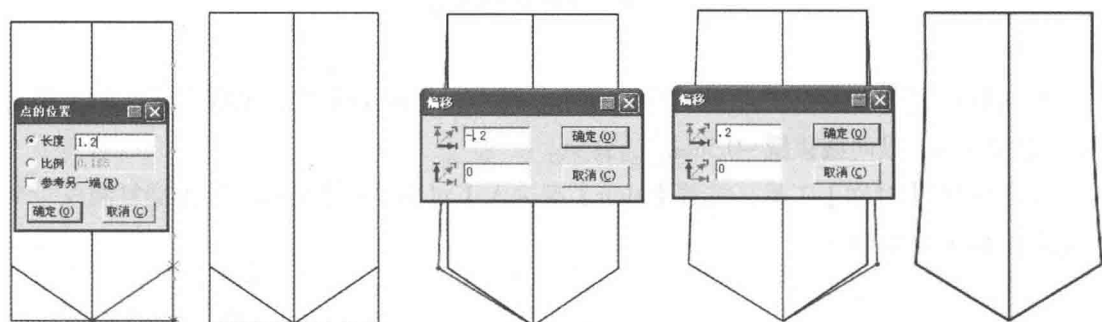

图6-86 串带处理步骤2
④选择【智能笔】工具中的连角功能删除不要的线段,不能连角删除的线用【橡皮擦】工具删除。
⑤选择【调整】工具分别框选串带尖角二端,二边分别向外偏移 0.2cm,然后用【调整】工具调整串带线(图 6-86)。